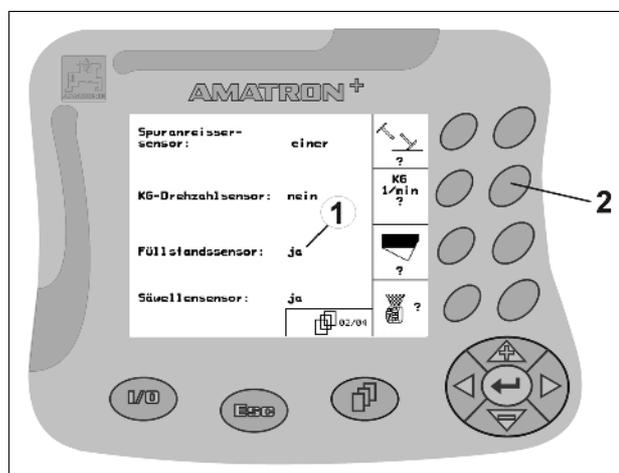

Fig. 15
- Oprimir una vez la tecla funcional (Fig. 15/2)
→ Función **On** (Fig. 15/1).